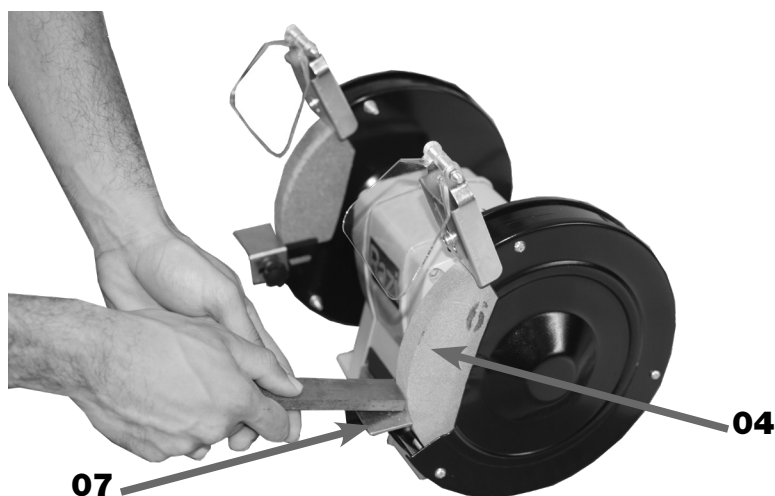

FIGURA 16 – Processo de Operação
4. ESCOLHER qual Rebolo será utilizado, Rebolo de Desbaste (03) ou Rebolo de Afição (04);
5. POSICIONAR a Proteção Frontal (08) de modo que o operador enxergue a área de contato entre a peça e o Rebolo (03) ou (04) através da Proteção (08) (figura 16);
7. APOIAR a peça ou ferramenta a ser processada sobre a Base de Apoio (07) e empurrá-la contra o Rebolo (03) ou (04) (figura 16);